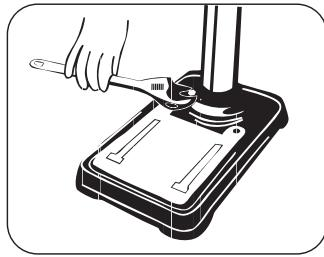

FIGURA 8.3
- Fije la columna utilizando los tornillos suministrados (Figura 8.3).